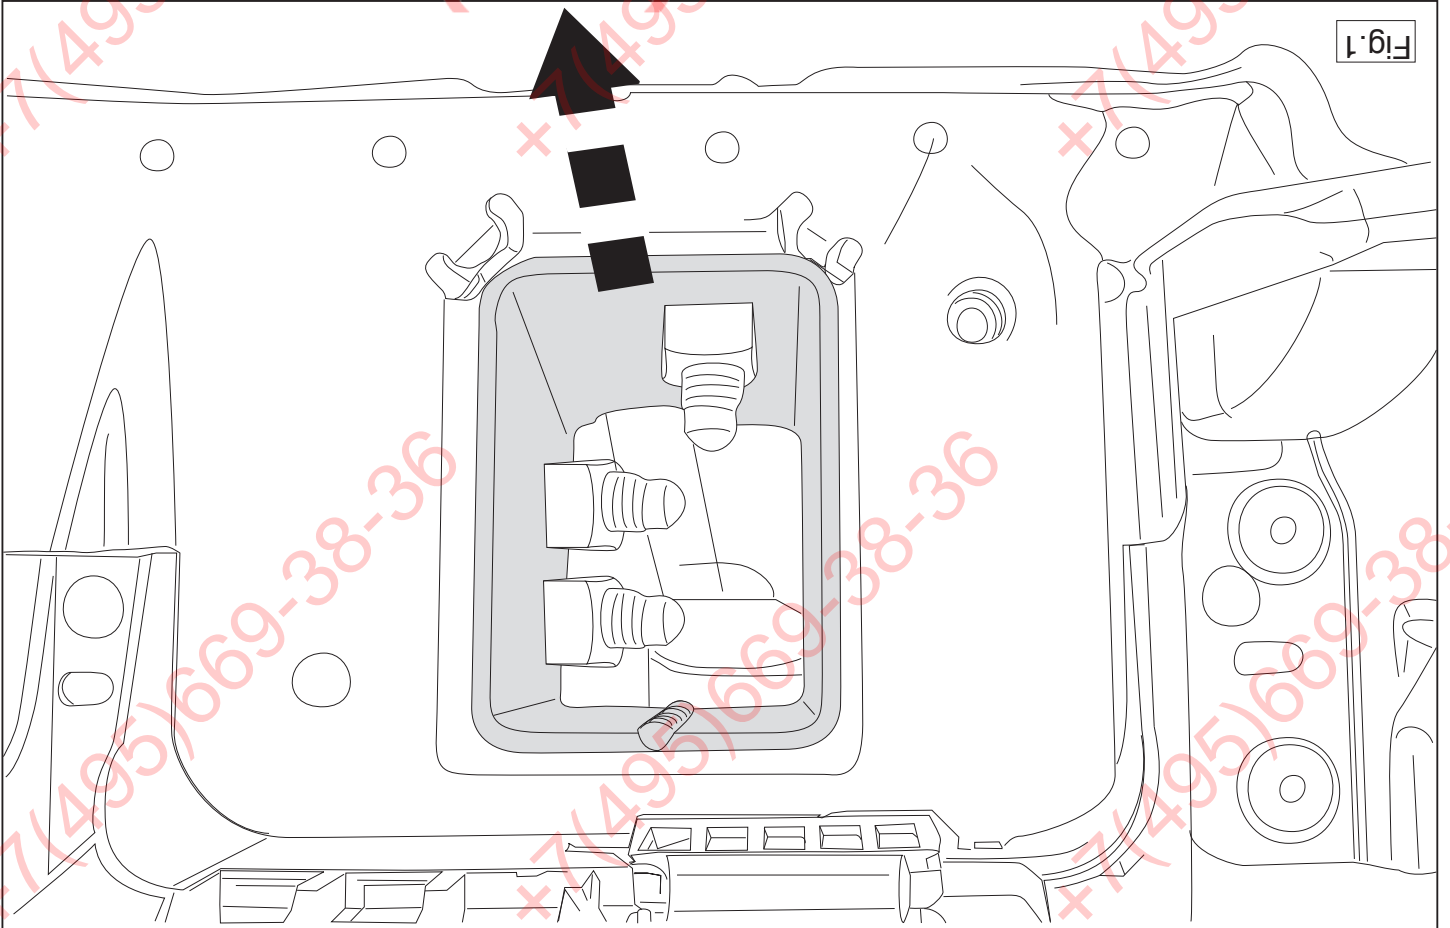

Fig.1
6. Remove the reinforcement tube from the chassis members. (fig 1)
6. Das Verstärkungsrohr aus dem Fahrgestellträger abmontieren. (Abbildung 1)